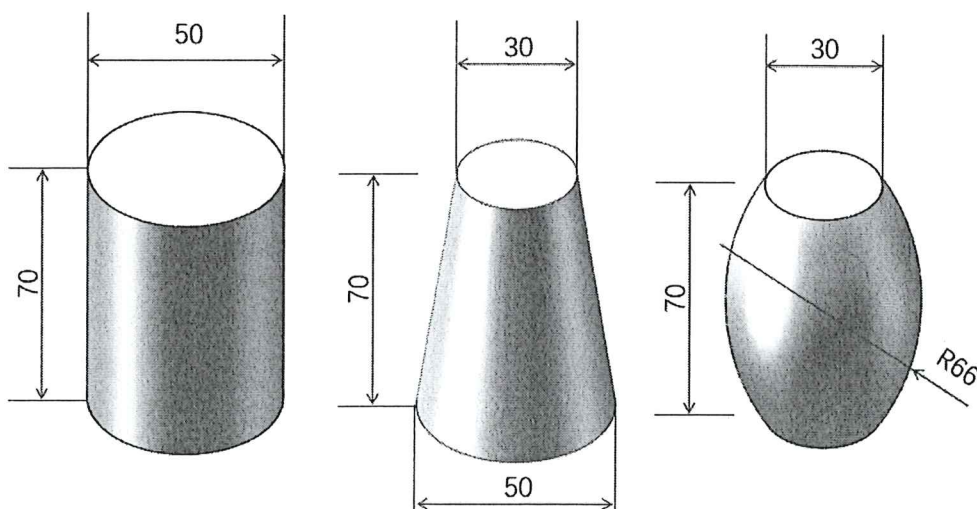

图 9 模拟人质
②模拟人质有三种形状：圆柱形、圆锥形和腰鼓形材质为白色 PLA（如图 9 所示），摆放位置抽签确定。